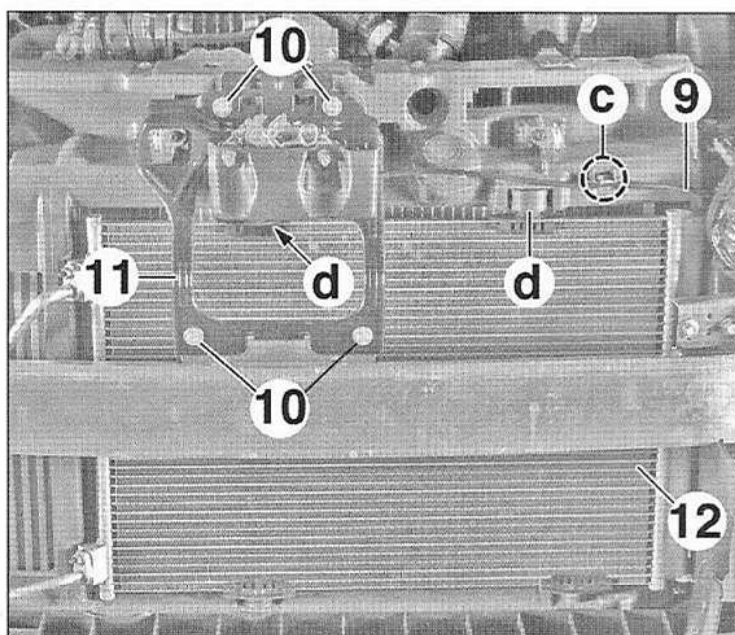

FIG.30
- Libérer le câble d'ouverture de capot (9) en (c) (Fig.30).
- les vis (10),
- le support (11).
- Dégrafer le condenseur (12) en (d) puis le déposer.